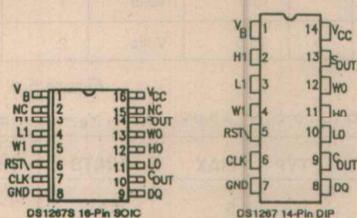

Figure 1
Figure 1, on peut constater que le DS 1267 est disponible en deux boîtiers et trois versions, lesquelles se distinguent par les extensions 10.50 ou 100, qui correspondent en clair aux trois valeurs en kOhm proposées par le constructeur. Comme le nombre de pas est constant (256), on obtient donc trois résolutions allant de 39 à 390 Ohm, et ce avec une bande passante variant entre 250 KHz et 40 KHz (-3 dB).